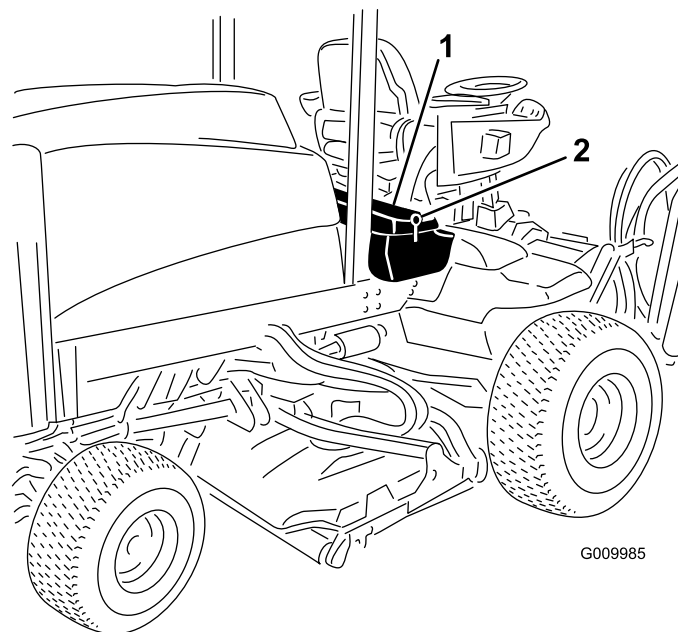

図 49
1. 右側の物入れのカバーのラッチを外して、カバーを上を開く 図 49。